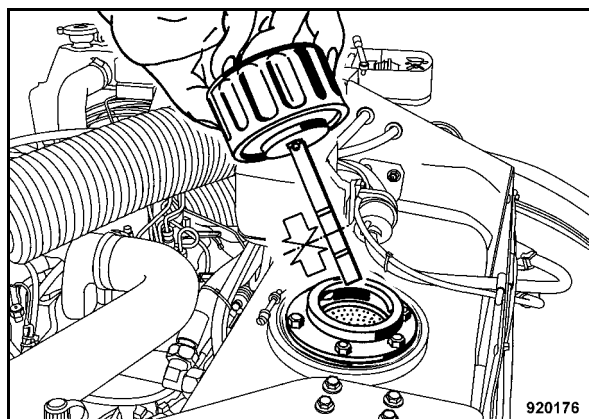

Fig. 130
- Controllare il livello dell'olio idraulico con l'astina di livello (Fig. 130).